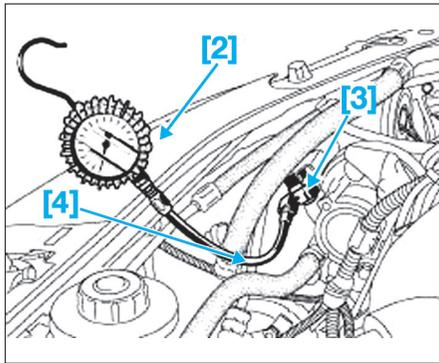

Fig. 18
- [3]. Raccord pour mesure de la pression d'huile de pompe de direction. Filetage pas métrique (Réf. Renault Dir. 803) (Fig.18).
- [4]. Liaison souple pour manomètre (Réf. Renault Fre. 284-06) (Fig.18).
- Mettre en place l'outil [3] entre la pompe de direction assistée et le raccord haute pression de sortie de pompe de direction assistée (Fig.18).